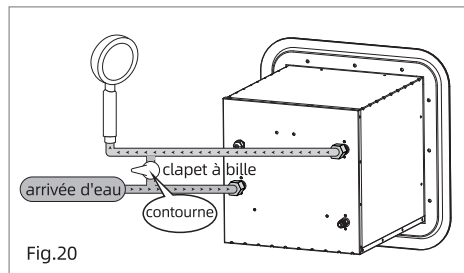

Fig.20
1. Choisissez un emplacement pratique pour placer la base du contrôleur filaire. La connexion entre le contrôleur filaire et le chauffe-eau doit être raisonnablement organisée en fonction de l'environnement spécifique. Fixez le support du contrôleur inférieur avec les deux vis ST4×16 mm fournies (Fig.20) et placez le contrôleur dans le support.